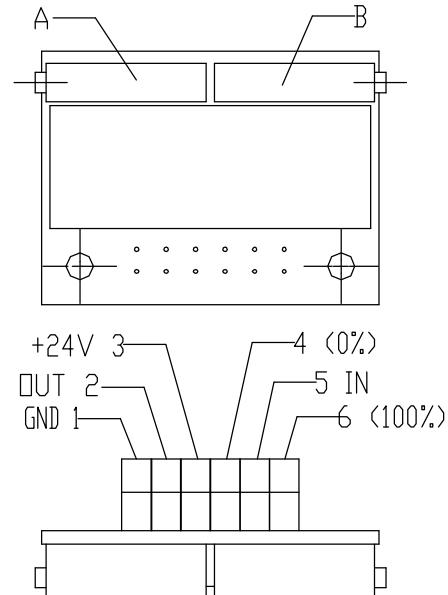

Рис.7
#### 4.3.2 EPV - 3-проводниковое включение (рис.7)
- Установите датчик сопротивления на основании инструкций в предыдущей главе так, что величину сопротивления измеряйте на клеммах 0%-100% (рис.7) (употреблен датчик с сопротивлением 2000 $\Omega$  или 100 $\Omega$ ).
- Поворачиванием устанавливающегося триммера А (рис.7) установите мин. величину выходного сигнала тока для положения "закрыто", измеренного на клеммах 81-82.
- Поворачиванием устанавливающегося триммера В (рис.7) установите макс. величину выходного сигнала для положения "закрыто" измеренного на клеммах 81-82.